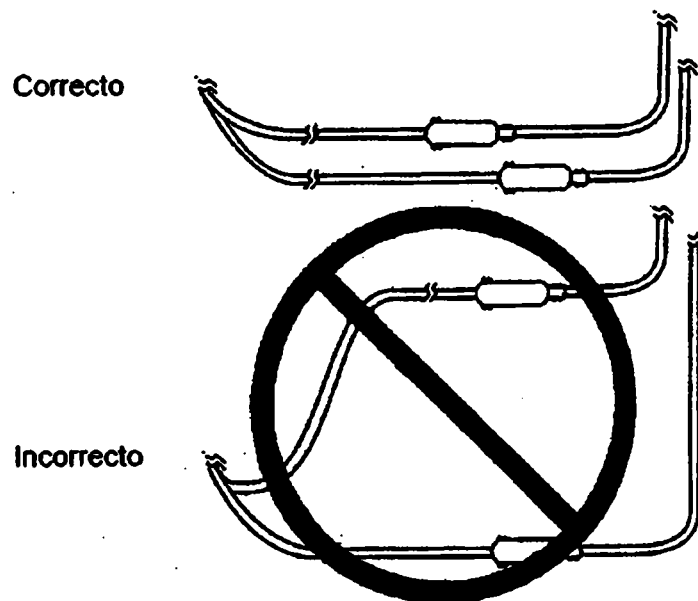

Figura 9. Colocación para varios electrodos-extensiones.
- Cuando se implanten dos electrodos, dirija los electrodos extensiones de forma que el área que los separa quede reducida al mínimo (Figura 9). Si los electrodos-extensiones están colocados en forma de bucle, el bucle aumentará la posibilidad de interferencia electromagnética (IEM).